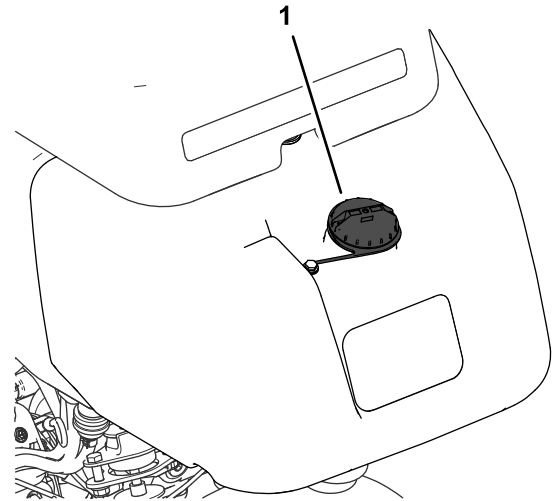

Figure 31
1. Nettoyez la surface autour du bouchon du réservoir de carburant et enlevez le bouchon (Figure 31).